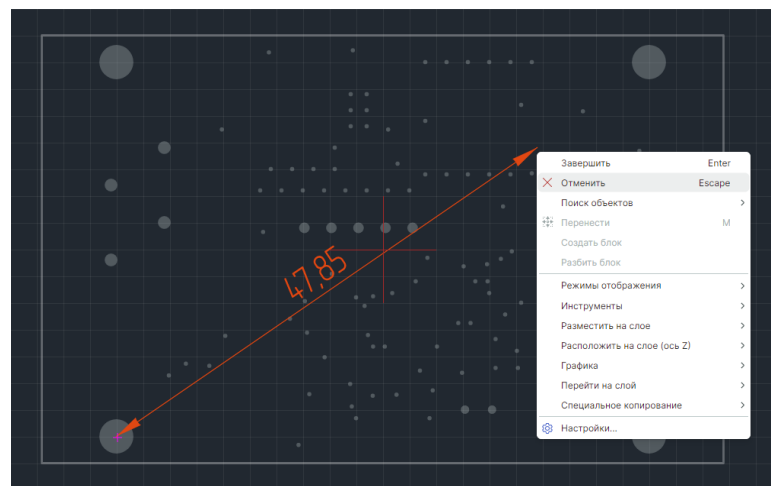

Рис. 253 Отмена размещения размерной линии
5. Размещение линии можно отменить, для этого нажмите клавишу «Escape» или вызовите контекстное меню и выберите «Отменить», см. Рис. 253.